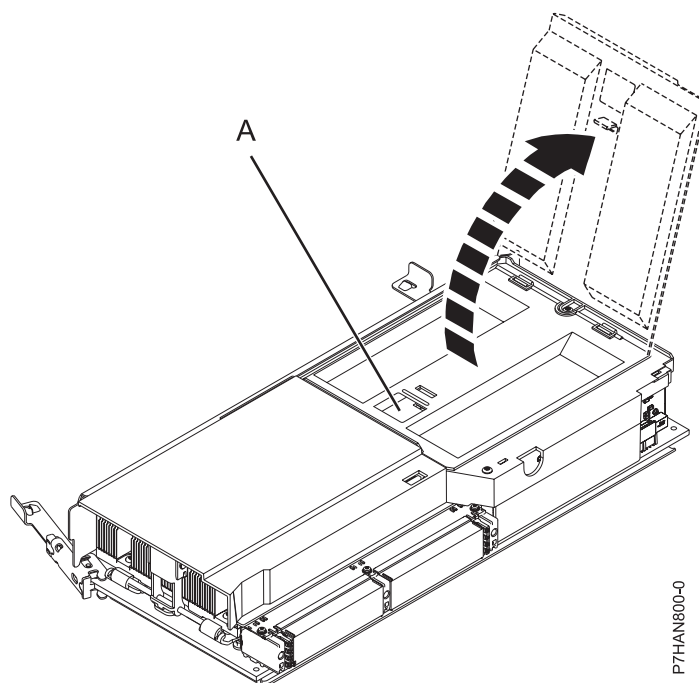

Figura 4. Removendo um módulo de memória
10. Destrave a tampa do módulo de memória empurrando a presilha de travamento (**A**) para baixo, conforme mostrado em Figura 4. Levante a tampa para cima para acessar os módulos de memória.